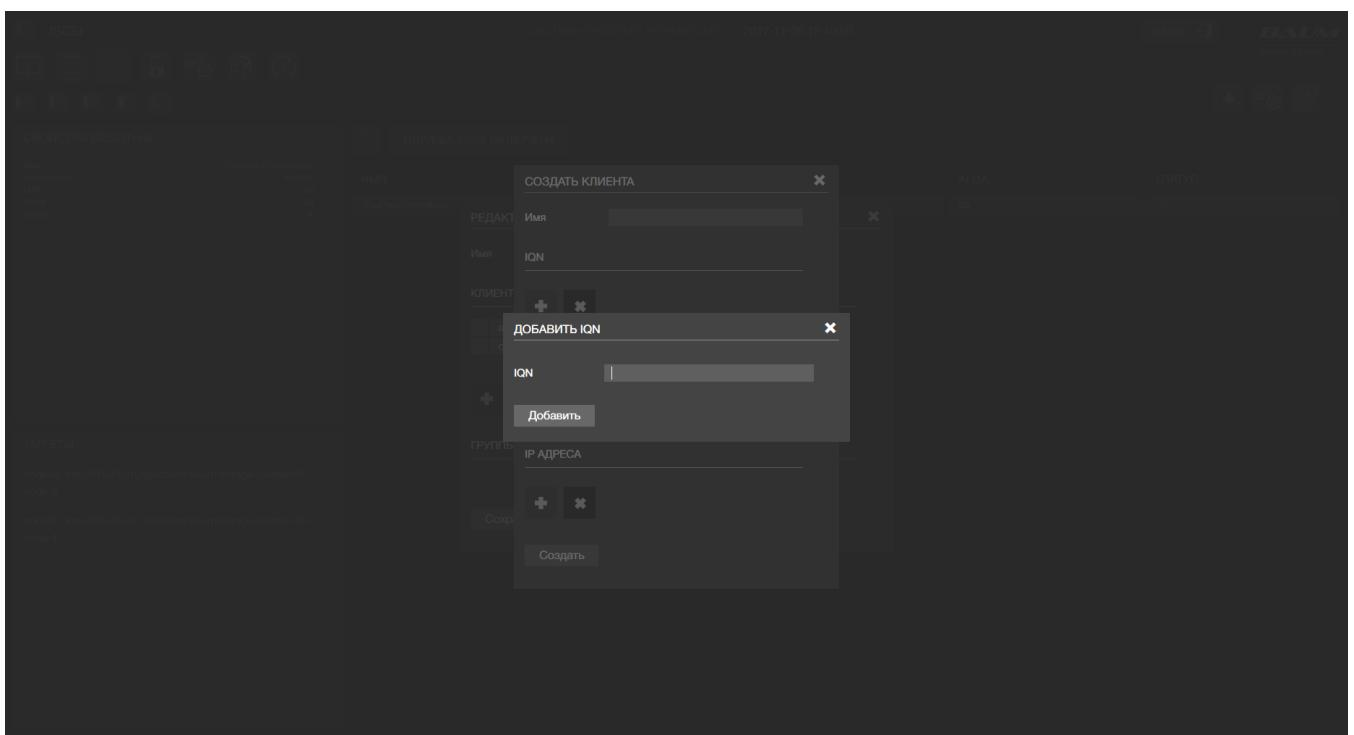

Рисунок 77 – Добавление IQN клиенту
- 7) Вписать IQN клиента и нажать на кнопку «Добавить». (см. Рисунок 77)